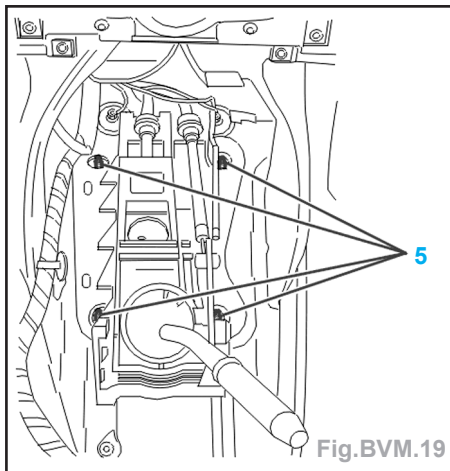

Fig.BVM.19
- mande de boîte de vitesses (Fig.BVM.19).
- Déposer la vis (6) du support de batterie